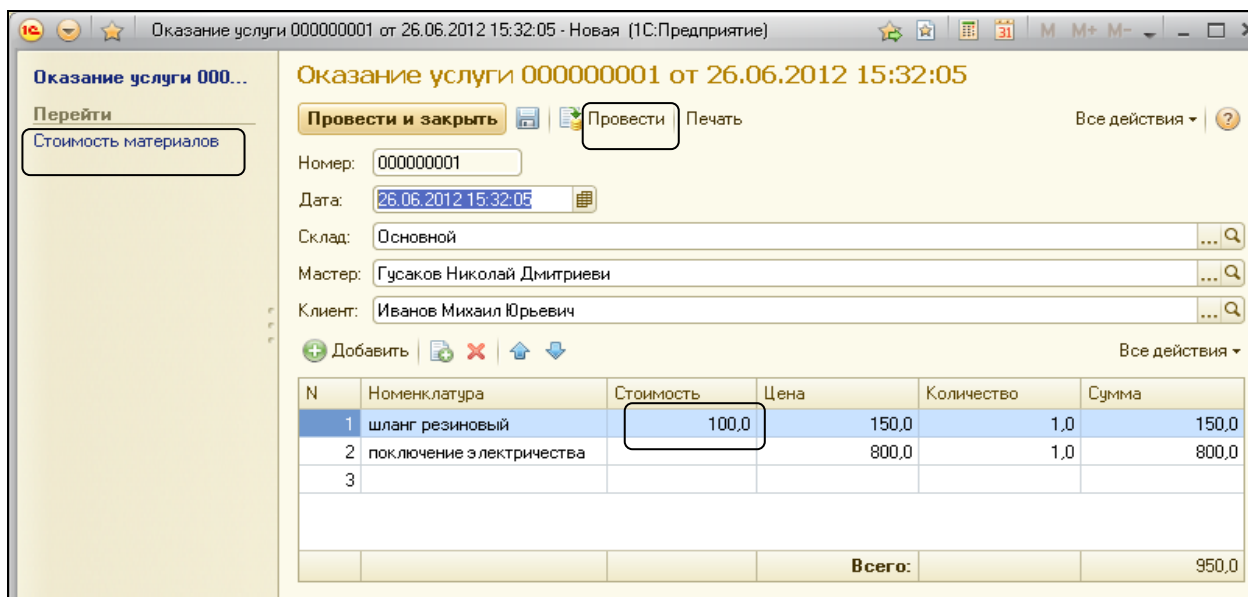

Рисунок 3.32 Документ Оказание услуги с реквизитом Стоимость
8. Обновить базу данных и в режиме 1С:Предприятие открыть подсистему **ОказаниеУслуг**. Открыть документ **Оказание услуги №1**. Ввести в поле **Стоимость** у материала Шланг резиновый значение 100. Нажать на кнопку **Провести**. Перейти к регистру Стоимость материалов. (рис.3.32).